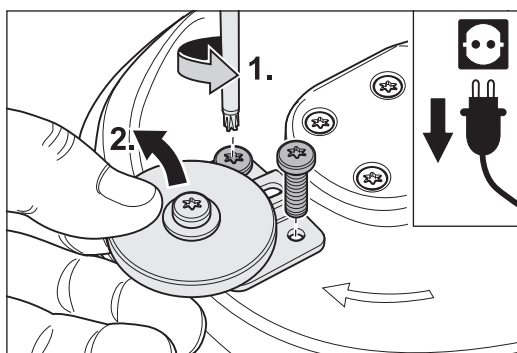

Abb. 65 Die Befestigungsschrauben entfernen (1.) und die komplette Wandschutzrolle abnehmen (2.).
- 4 Entfernen Sie die beiden Schrauben, mit denen der Wandschutzrollenhalter am Vorsatz befestigt ist (Abb. 65, 1.) und nehmen Sie die komplette Wandschutzrolle ab (Abb. 65, 2.).